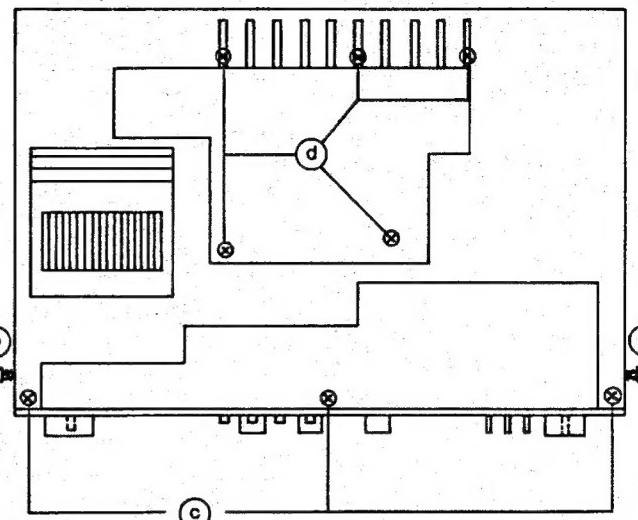

Abb. 2
1. Zwei Schrauben (b) an den Seiten lösen. (Abb. 2).
1. Sechs Schrauben (c) (je drei an der Ober- und Unterseite der Blende) herausdrehen (Abb. 2).
1. Fünf Schrauben (d) herausdrehen (Abb. 2).